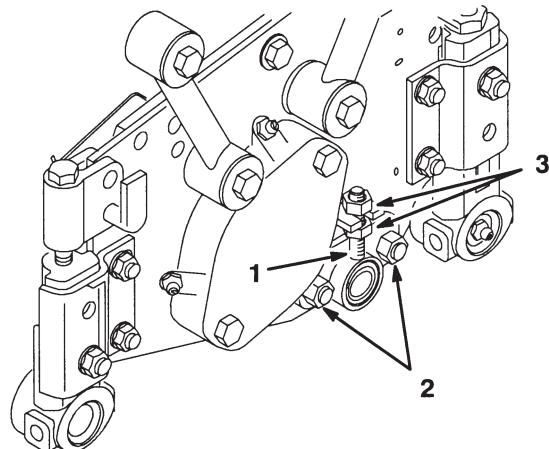

Figure 5
6. Desserrez les deux contre-écrous de fixation du dispositif de réglage de la barre d'appui sur la plaque latérale du plateau de coupe (Fig. 5).
7. Serrez plus ou moins les écrous pour éléver ou abaisser le dispositif de réglage de la barre d'appui jusqu'à ce que la bande de papier soit coupée sur toute la surface de la contre-lame quand vous tournez la molette de réglage de la contre-lame de deux crans au plus après le premier contact cylindre/contre-lame (Fig. 5).